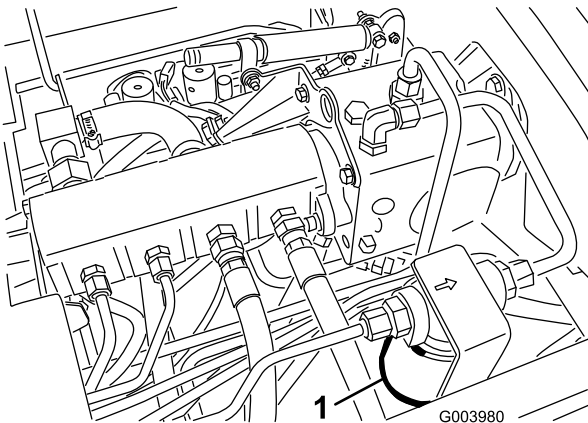
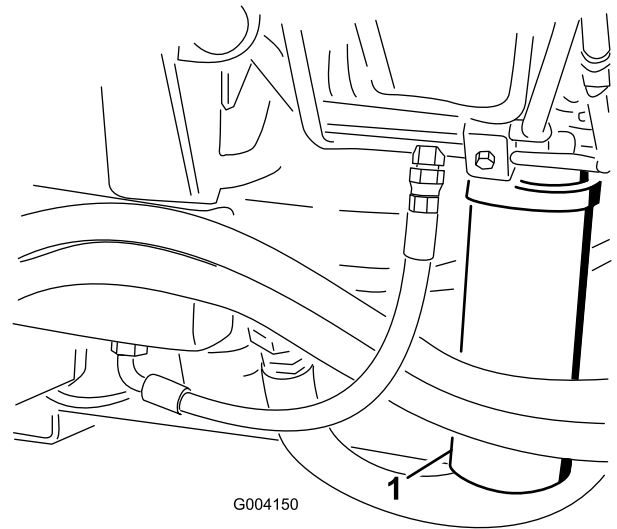

Figure 70
Figure 71
2. Nettoyez la surface autour de la zone de montage du filtre et placez un bac de vidange sous le filtre (Figure 70) et (Figure 71).